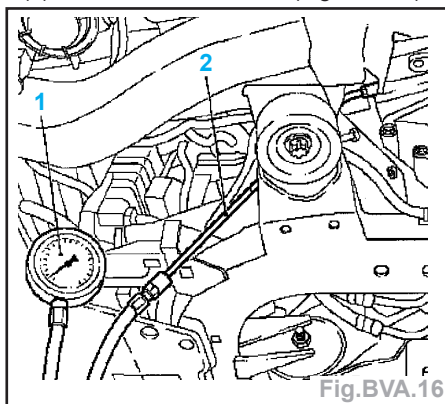

Fig.BVA.16
- Monter le manomètre de pression d'huile en installant **KM-498-B** (1) avec **KM-6329** (2) au raccord de contrôle (Fig.BVA.16).